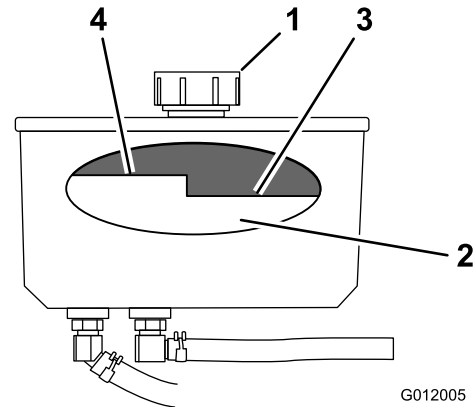

図 73
4. 油圧オイル・タンクの注油口と首の周辺をきれいに拭く (図 73)。
5. 給油口からキャップを取る。タンクの中をのぞいてオイルの量を確認する (図 73)。
- 注** オイルが暖かいときには、バッフルの一番上のレベルまでオイルがあることが必要です (図 73)。